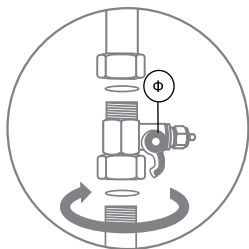

Рис.6
1. Установите адаптер-вентиль (Ф) на магистраль холодной воды, уплотнив соединения уплотнительными шайбами, поставляемыми в комплекте, и плотно затяните по резьбе (рис. 6).